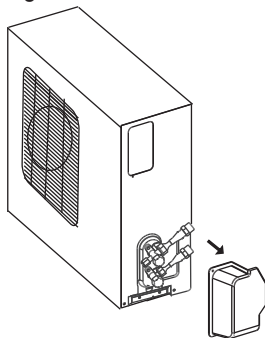

Abb. 6.1.
1. Zuerst entfernen Sie die Wasserschale an der Außeneinheit, gemäß Abb. 6.1.